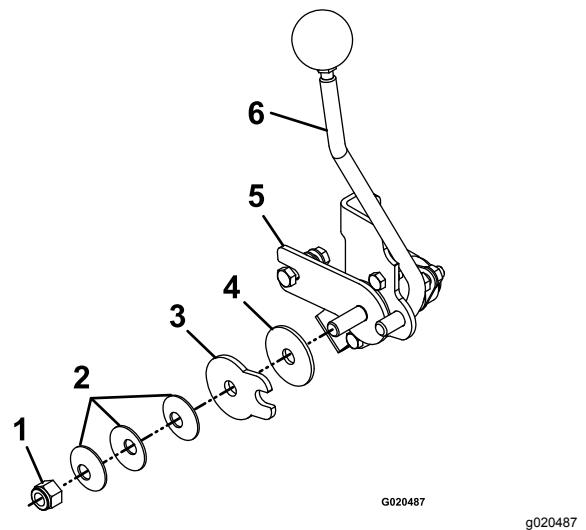

Figura 53
3. Para ajustar la tensión, ajuste la tuerca del pivoté, que está situada en el extremo del eje de control de movimiento, delante de la consola derecha (Figura 53).